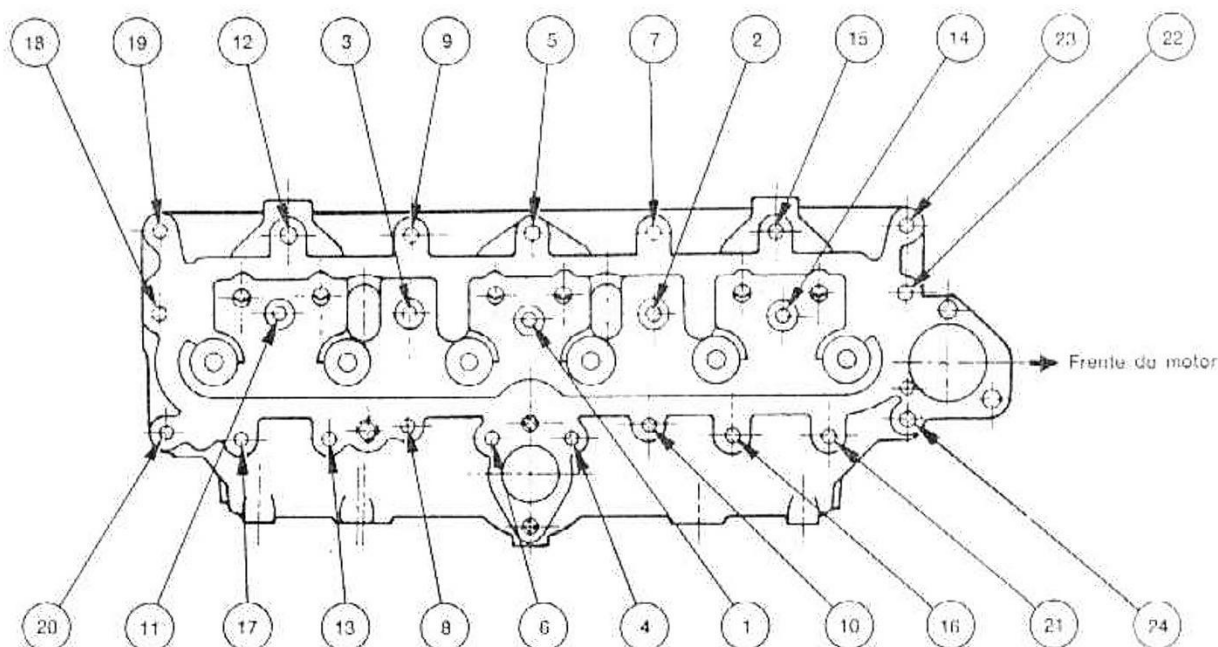

fig. 7 — sequência de aperto dos parafusos do cabeçote
3. Instalar a nova junta com a marca do fabricante voltada para cima, centralizando-a por meio de 2 pinos-guia instalados nas posições 18 e 22 (fig. 7).
6. Apertar os parafusos com o torque especificado (65-70 lbs. pé), na sequência de aperto mostrada na fig. 7.